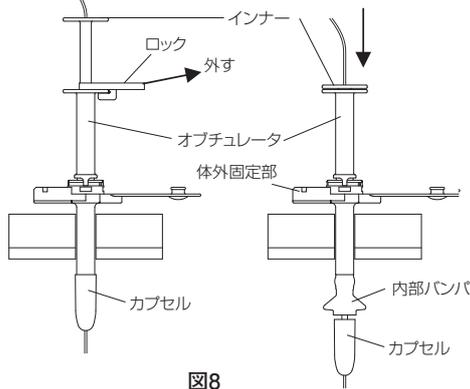

図8
- \* 5. ボタンを完全に挿入した後、オブチュレータのロックを外し、インナーを押し込んでカプセルを胃内に離脱させ、バンパを展開する。(図8)